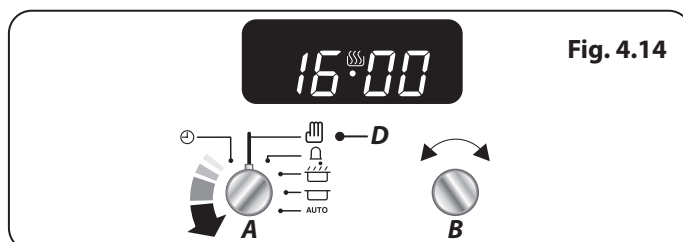

Fig. 4.14
Du avbryter alla automatiska inställningar genom att vrida **Timer-vredet (A)** till **manuella (D)** och släppa (**Fig. 4.14**).